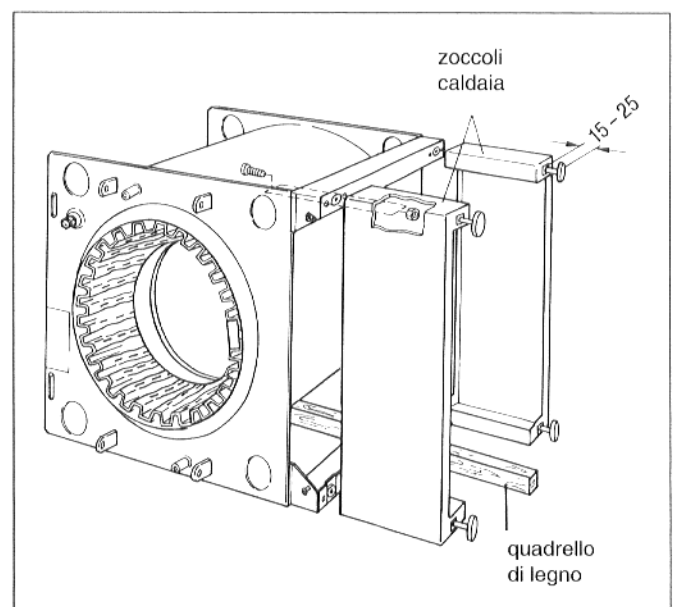

Fig. 4
- Avvitare i 4 piedi a vite fino a ca. 20 mm nel basamento oppure sugli zoccoli della caldaia\* (fig.4).